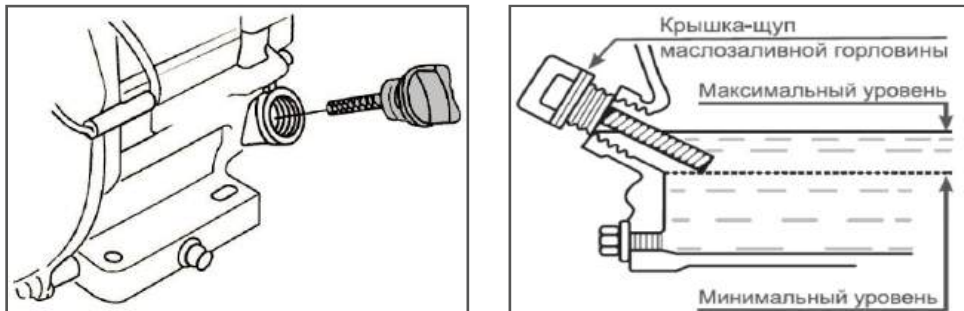

Рис. 5
- Отверните крышку маслосливной горловины (Рис. 5) из картера двигателя, достаньте щуп.
ВНИМАНИЕ! Максимальный уровень масла в картере соответствует нижней кромке заливного отверстия (Рис. 5)